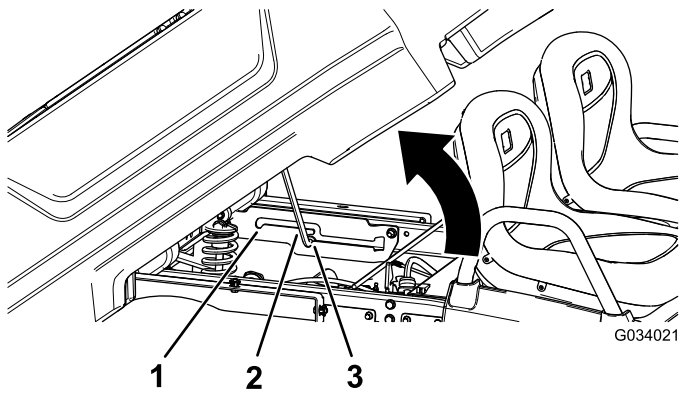

Bild 21
2. Ziehen Sie die Stützstange in den Arretierungsschlitz für die Entleeren-Stellung, um die Ladepritsche für das Entleeren zu arretieren (Bild 21).
2. Ziehen Sie die Stützstange in den Arretierungsschlitz für die Wartungsstellung, um die Ladepritsche für die Wartung zu befestigen (Bild 21).
2. Schieben Sie die Stützstange aus dem Arretierungsschlitz heraus (Bild 21).